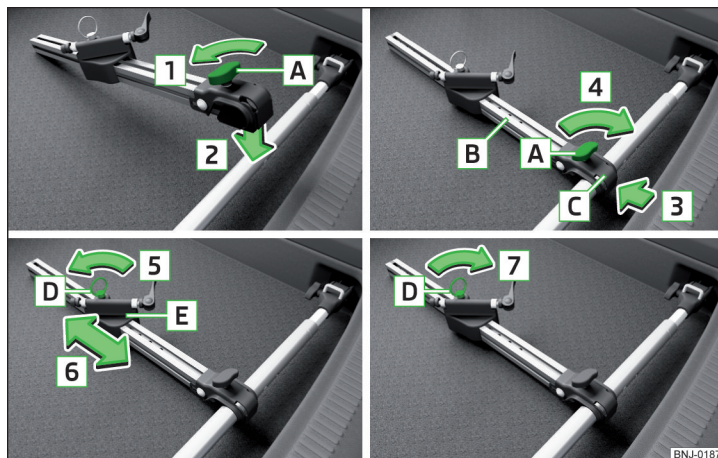

Fig. 107 Montarea suportului pentru bicicletă
- Pentru **montare**, slăbiți șurubul **A** de la suportul pentru biciclete (denumit în continuare numai suport) în sensul săgeții **1** » fig. 107.
- Dacă doriți să transportați două biciclete, atunci desfaceți șurubul **A** » fig. 107 la pagina 84 de pe suport și deplasați suportul împreună cu bicicleta fixată spre stânga.
- Strângeți șurubul **A** » fig. 107 la pagina 84 de pe suport.
- Dacă este necesar, adaptați poziția părții culisabile **E** » fig. 107 la pagina 84.